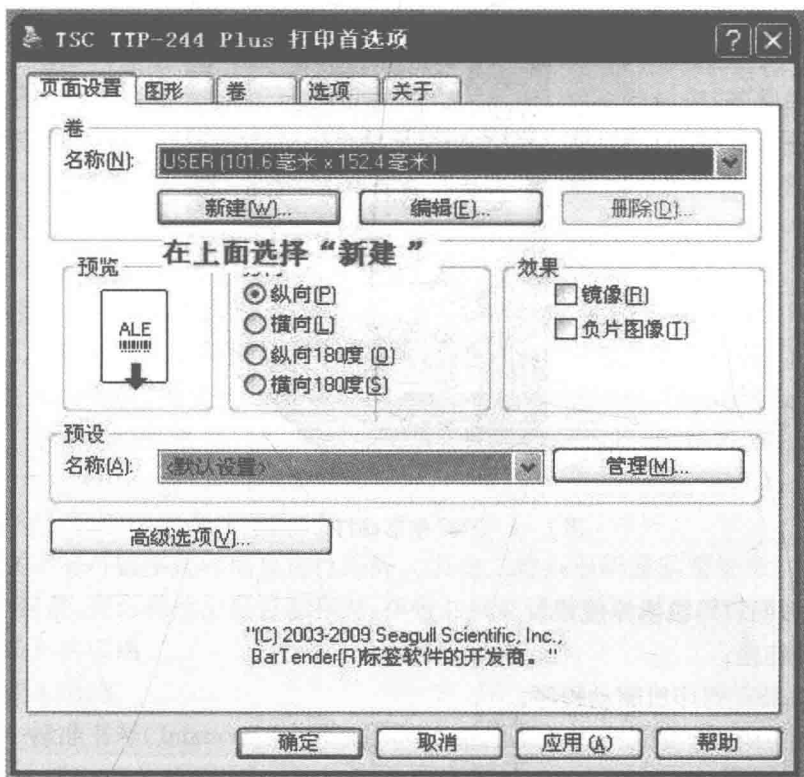

图 1-3 条形码打印机页面设置界面
(2) 进入“页面设置”界面,选择“新建”功能,见图 1-3;